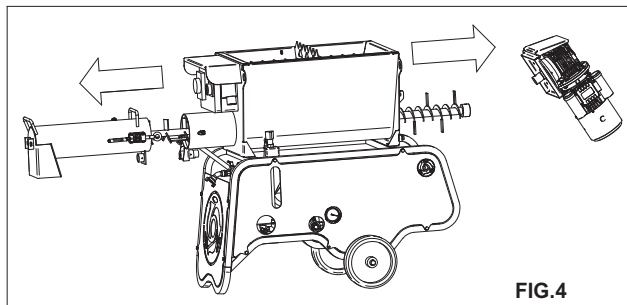

FIG.4
6. SICUREZZA ELETTRICA (vedi fig.4)
Per agevolare il trasporto la macchina può essere scomposta come indicato in fig.4